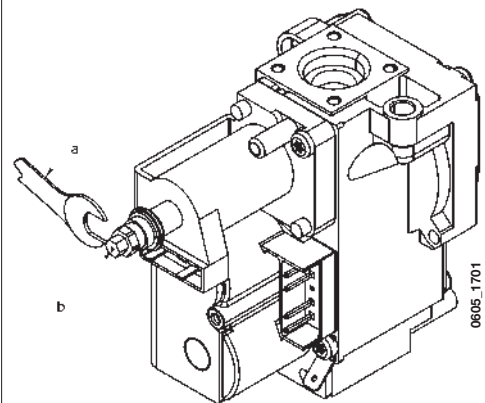

Figura 14
- desatornillar el tornillo (**b**) de la Figura 14 hasta alcanzar el valor de presión correspondiente a la potencia reducida (véase Tabla 1);